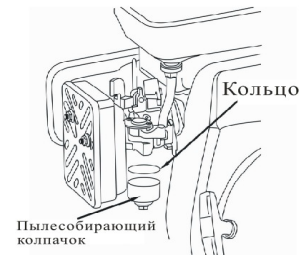

Рис. 16
4. ПРОМЫВАНИЕ ПЫЛЕСОБИРАЮЩЕГО КОЛПАЧКА (Рис. 16)